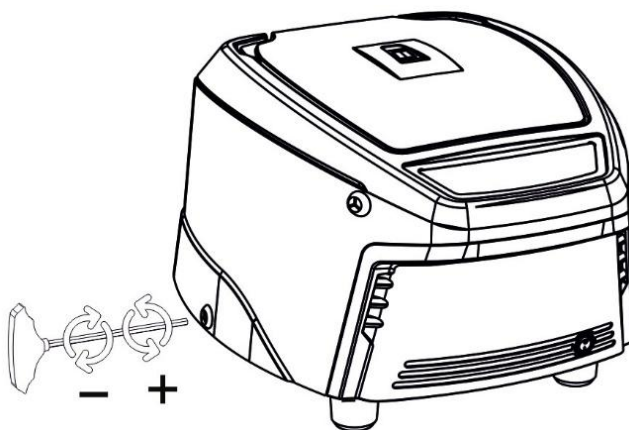

Рисунок 8
2. Возьмите Т-образный шестигранный ключ, аккуратно вставьте его в резиновую втулку (Рисунок 8), так, чтобы он вошёл в шлиц.